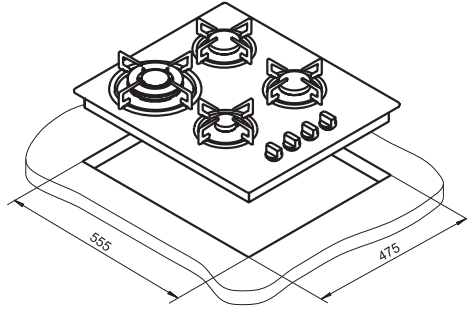

рис. 1
■ Выполнить в столешнице вырез с размерами 555x475 мм (см. рис.1) и проверить входимость плиты в вырез столешницы. При необходимости подработать вырез таким образом, чтобы плита свободно устанавливалась и извлекалась из столешницы.